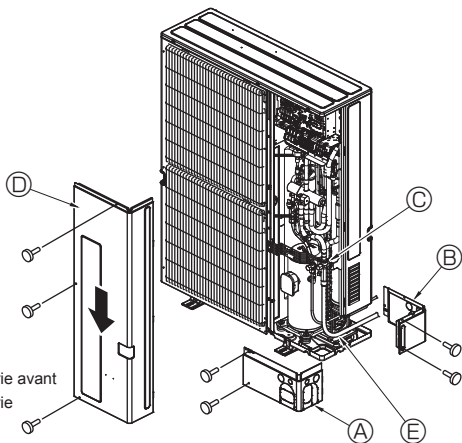

Fig. 4-7
4.5. Mise en place des tuyaux de réfrigérant (Fig. 4-7)
- Retirer le panneau de service (D) (trois vis), le cache-tuyaux avant (A) (deux vis) et le cache-tuyaux arrière (B) (deux vis).